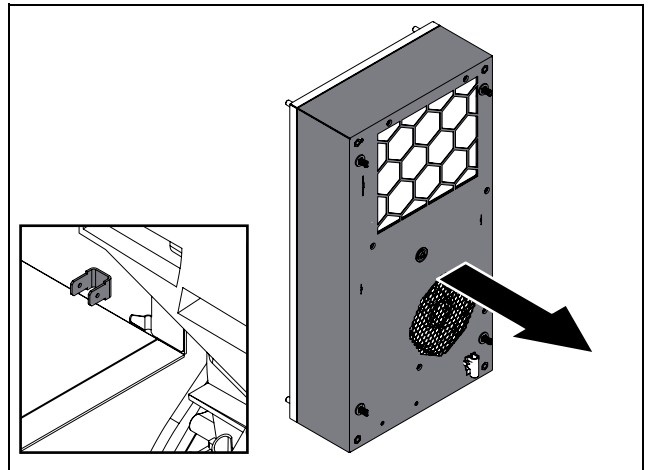

Imagen 61: Conector de puesta a tierra (imagen de ejemplo)
- Antes de colocar definitivamente la cubierta, comprueba que el conector de puesta a tierra se encuentra conectado de forma correcta al conector plano de la cubierta (imagen 61).